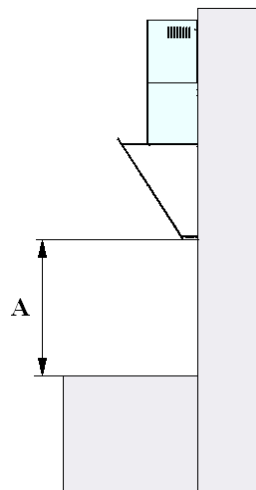

Abb. 3
Der Abstand „A“ von der Unterkante der Haube zur Oberkante der Arbeitsplatte sollte min. 50 cm betragen. Bei Gaskochfeldern müssen Sie einen Mindestabstand von 65 cm beachten (Abb. 3).
- ⤴ Halten Sie die Haube an die Wand. Beachten Sie den Mindestabstand zur Arbeitsplatte (Abb. 3). Verwenden Sie zum justieren der Haube eine Wasserwaage.